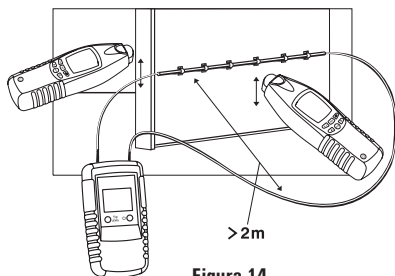

Figura 14
- Ligue o transmissor em conformidade com a figura 14.